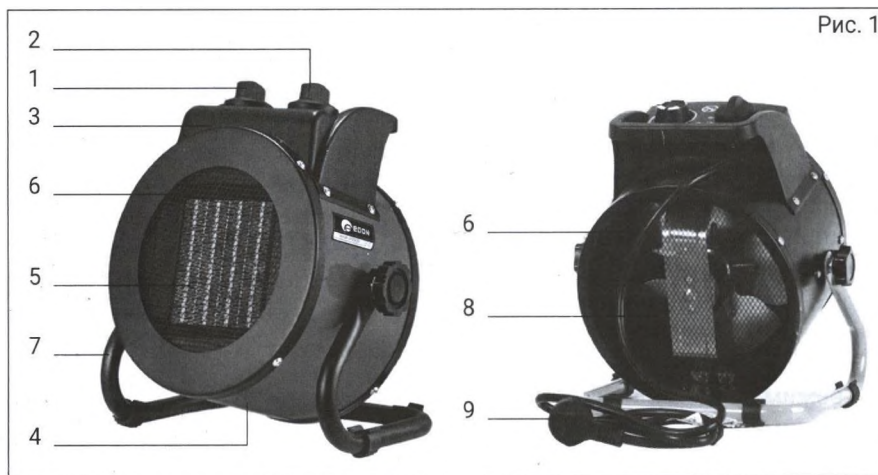

Рис. 1
4.2 Тепловентилятор состоит из нагревательного элемента (рис. 1, 2, поз. 5), электрического мотора с вентилятором (рис. 1, поз. 8) в металлическом корпусе (рис. 1, 2, поз. 4) с органами управления на передней панели и рукояткой для переноски (рис. 1, 2, поз. 3). Органы управления включают в себя, кнопку включения/переключатель режимов работы(рис. 1, 2,
поз.1), регулятора температуры нагрева (рис.1, 2, поз. 2).
Включить тепло вентилятор в режиме вентиляции. Установить переключатель режимов в положение «1», при этом обеспечивается работа тепловентилятора в режиме «1». Для включения тепловентилятора в режиме «2» необходимо установить ручку переключателя режимов в положение «2». Повернуть ручку терморегулятора (рис. 1, 2, поз. 2) по часовой стрелке до включения нагревателей. С помощью регулятора задается не-